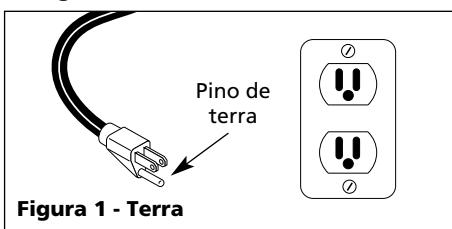

Figura 1 - Terra
- Este produto requer um circuito com terra, de 120V, 15 Amp (ver figura 1). **NOTA:** Apenas para países com voltagem de 120 V.